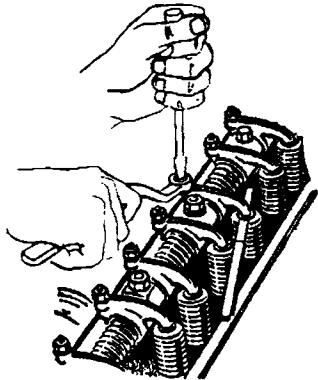

Рис. 3-3. Регулировка клапанов
- ослабить контргайку регулировочного винта (рис. 3-3);